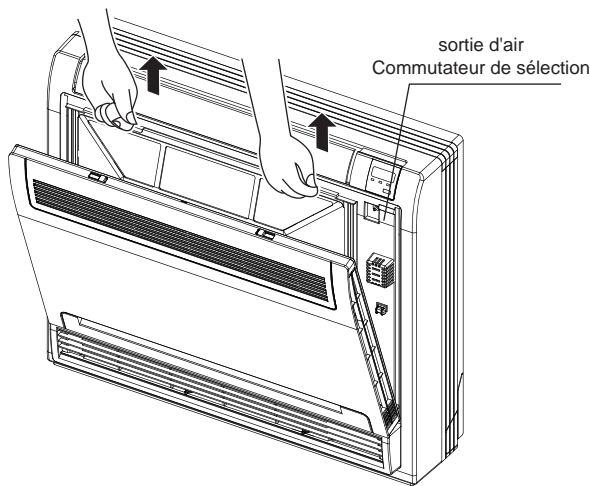

Fig.7-2
- Effectuer une sélection de flux d'air selon ce qui vous convient. (Moyens reboisement à la Fig. 7-2 sur la position)